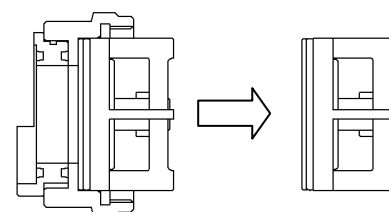

図7
- ② 逆止弁押さえから逆止弁を引き抜き、メンテナンスを行ってください。(図7)